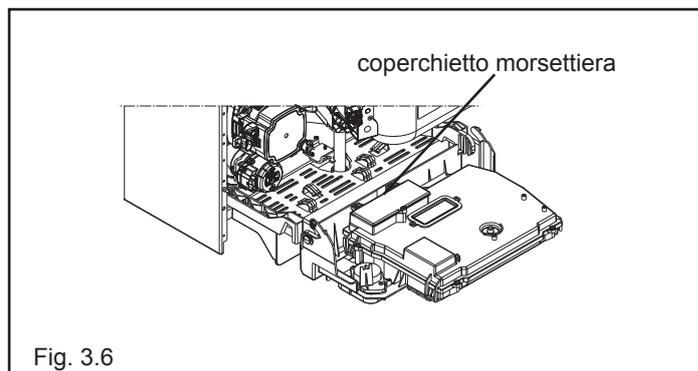

Fig. 3.6
- aprire il coperchietto morsettieria svitando le viti di fissaggio (fig. 3.6).